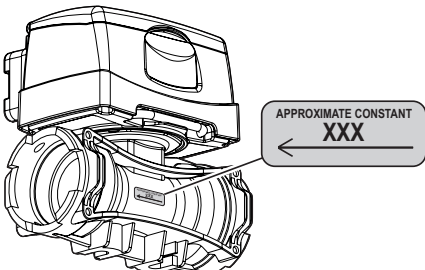

Fig. 37
C) Appuyez pour sauvegarder la modification, ou bien D) Appuyez pour sortir de la page-écran sans confirmer la modification de la donnée. Se reporter à l'étiquette présente sur le corps (Fig. 37).